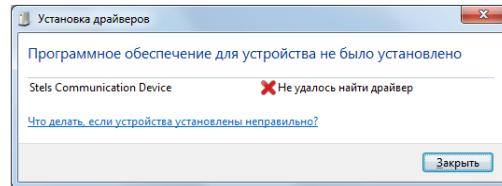

Рис. 5.2. Окно Установка драйверов
2. Щелкните по уведомлению левой кнопкой мыши и в открывшемся окне *Установка драйверов* нажмите кнопку *Закрыть* (рис. 5.2).